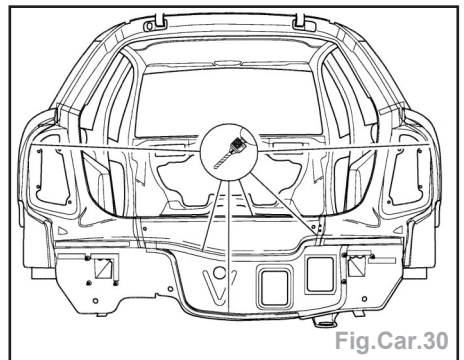

Fig.Car.30
- Dégraffer la soudure d'origine au niveau de la tôle de fermeture (Fig.Car.30).